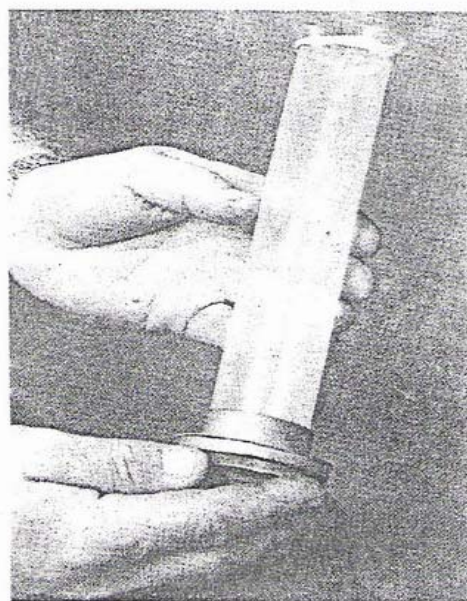

图 28
29. 现在，使用橡胶带仔细地捆扎液管的拉直端（图 28）。